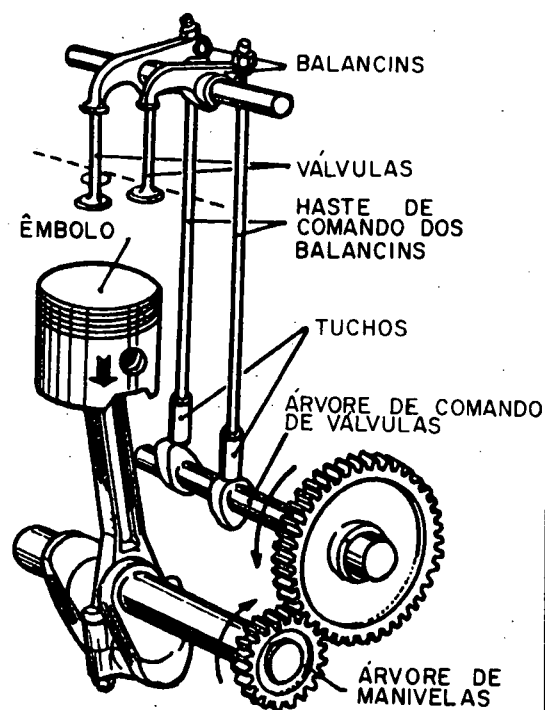

Fig. 1
Está composto pelos seguintes elementos (fig. 1):
- A árvore de comando de válvulas e os tuchos estão colocados no bloco e os balancins e as válvulas no cabeçote (ver fig. 1).